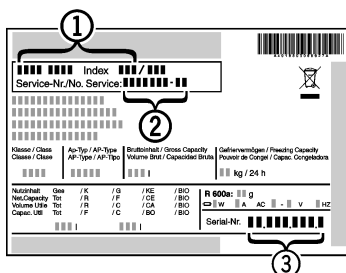

Fig. 19
- ▶ Kontakt kundeservice, beskriv feilen og angi produktbetegnelse Fig. 19 (1), servicenr. Fig. 19 (2) og serienr. Fig. 19 (3).